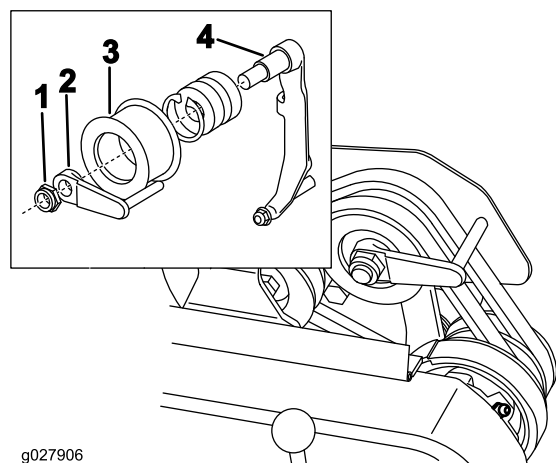

図 47
8. エンジンを使わずに、楽に機体を押したり引いたりすることができるように、ベルトガイド 図 47 挿入図を以下のように調整しておきます